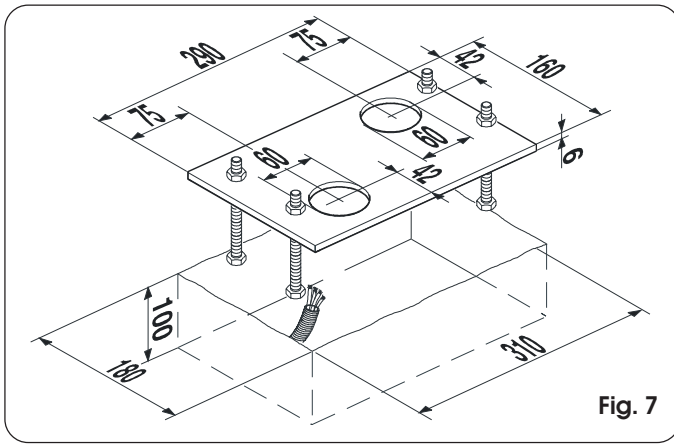

Fig. 7
- 3) Maak een funderingssokkel zoals op fig. 7 en metsel de funderingsplaat in met één of meer hulzen voor elektriciteitskabels. Controleer met een waterpas of de plaat perfect horizontaal is. Wacht tot het cement gehard is.